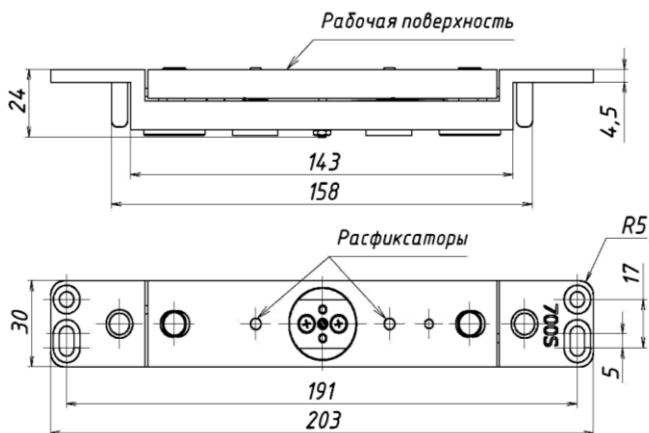

Рисунок 6 - Якорная часть замка ALM-700S
10.5 При длительной эксплуатации изделия (более пяти лет) рекомендуется проводить проверку надежности разблокировки замка. Разблокировка замка обеспечивается срабатыванием расфиксатора, расположенного в якоре (рисунок 6). При нажатии на толкатель расфиксатора он должен утапливаться в тело якоря и свободно возвращаться в исходное состояние.